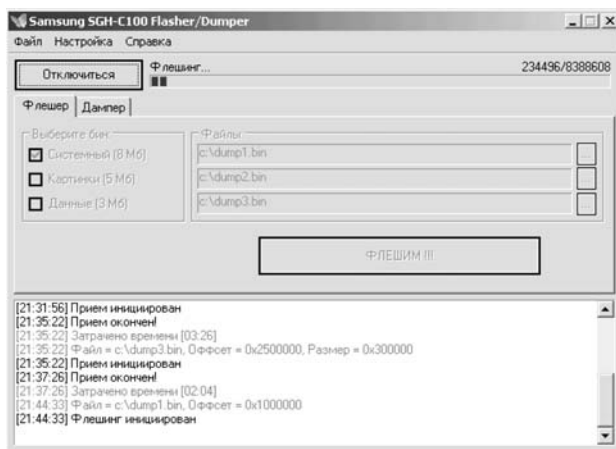

Рис. 1.79. Перепрограммирование телефона с помощью C100flasher
4. Нажимают кнопку «ФЛЕШИМ !!!» («FLASH !!!»). Начнется процесс перепрограммирования телефона (рис. 1.79), при этом цвет светодиода телефона сменится на красный, а в верхней части экрана телефона будет выведена надпись «Flashing».